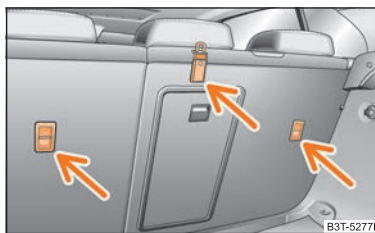

Fig. 169 Scaunul din spate: Top Tether
În unele țări, legea impune echiparea scaunelor din spate cu inele de fixare pentru scaunele pentru copii cu sistem „Top Tether” ⇒ fig. 169.
- **Fixați scaunele pentru copii cu sistem „Top Tether” numai în locurile special prevăzute ⇒ fig. 169.**